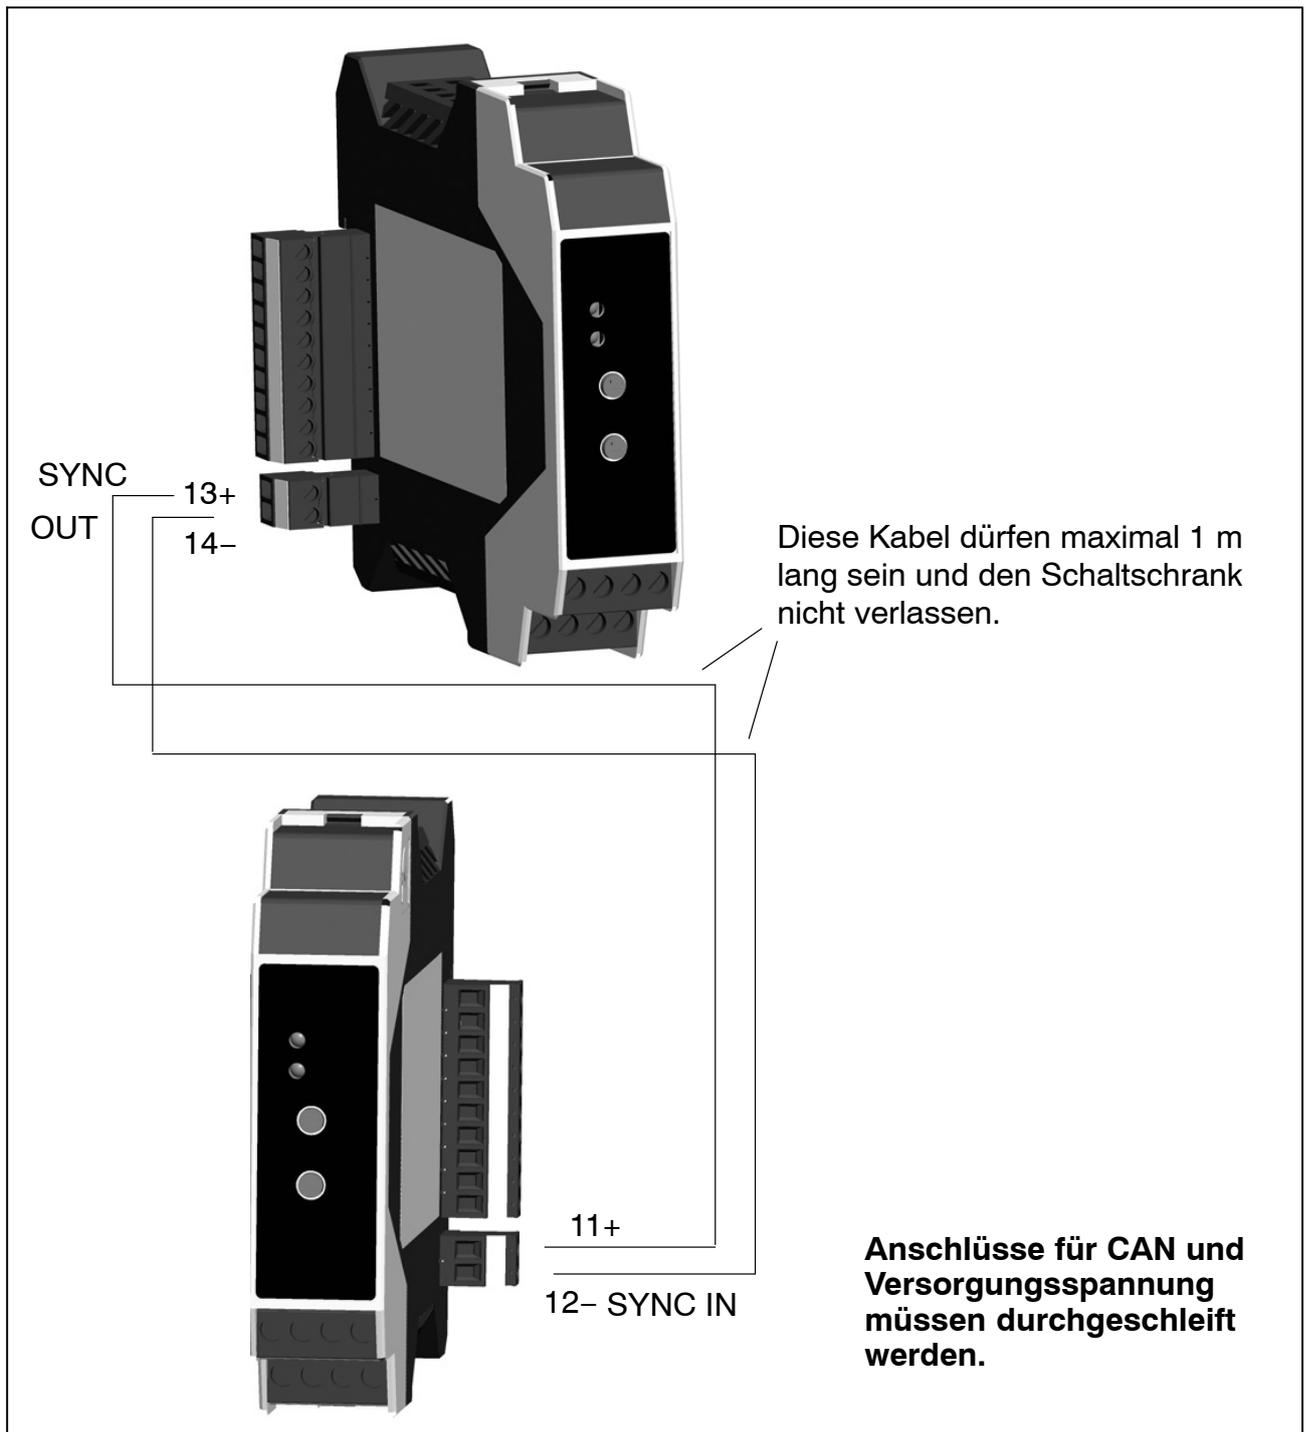

Abb. 4.5: Montage auf mehreren Ebenen (hier: DF30DN)
- bei Montage auf mehreren Ebenen: an das Modul 3 den Stecker SYNC-OUT stecken (siehe Abb. 3.4 und Abb. 4.5) und mit SYNC-IN des ersten Moduls der nächsten Ebene verbinden
Werden die Module auf mehrere Schienen verteilt, sind die 2poligen Synchronisationsstecker (1-digiCLIP-ST) zu verwenden (siehe Abb. 4.5).